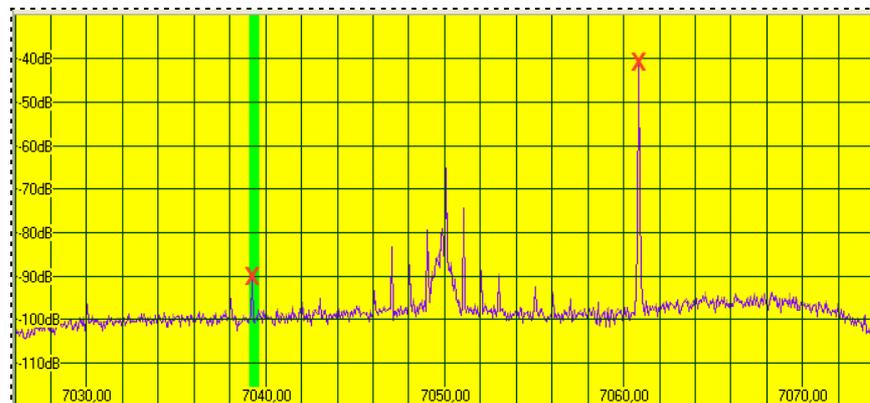

Bild 4: Das NF-Spektrum auf dem Display der Software KGK-SDR.
An Hand Bild 4 lässt sich eine Spiegelfrequenzunterdrückung von rund 48 dB ablesen. Für diesen Test muss nicht unbedingt ein kalibrierter Signalgenerator zur Verfügung stehen, ein einfacher LC-Generator plus Teiler oder der integrierte 5 MHz-Testoszillator tun es ebenso. Die Messung muss immer weit genug abseits der Nullfrequenz erfolgen, weil der PLL-Oszillator von C3 – im Gegensatz zu einem reinen Quarzoszillator – kein sauberes Referenzsignal erzeugt.
Mit der Abstimmung auf die Nutz- bzw. Spiegelfrequenz ergeben sich die beiden dargestellten Anzeigen. Die Spiegelfrequenzunterdrückung beträgt $-33,1 \text{ dBm} - (-81,3 \text{ dBm}) = 48,2 \text{ dB}$ mit einer überraschend guten Übereinstimmung zu Bild 4. Wenn statt der dBm-Werte die normale S-Meter-Anzeige gewählt wird, kommt es zu einem durchaus vergleichbaren Ergebnis. S9+40 dB minus „etwas besser“ als S8 ergeben ebenfalls wieder rund 48 dB.
In der Variante (C) im Bild 4 wurden die Bauteilangaben für das 40 m-Band nach [13] eingetragen; die von DL3JGN für eine 50 Ω - Antenne ausgelegt worden sind. Nach Variante (B) ergibt sich die für die Anpassung wichtige Impedanztransformation aus dem Übersetzungsverhältnis der Spule, das immer im „Quadrat“ wirksam ist. Hat die Koppelspule z.B. 2 Wdg. und sind insgesamt 14 Wdg. vorhanden, beträgt $\ddot{U} = 14/2 = 7$. Von Seite der Antenne gesehen, wird der Schwingkreis für diese Spulendaten mit $49 \times 50 \Omega = 2450 \Omega$ belastet und damit entsprechend breitbandig.